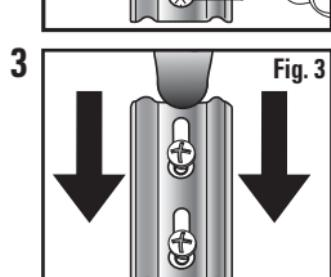

Fig. 3
Percez un trou pilote de 1,6 mm à chaque emplacement identifié pour l'insertion d'une vis. Vous pouvez aussi utiliser un poinçon ou un clou pour amorcer les trous destinés aux vis. Commencez à enfoncez les vis (F), mais ne serrez pas à fond. Faites glisser le luminaire jusqu'à ce que les pieds étroits des fentes en forme de trou de serrure soient au-dessous des têtes des vis (Fig. 3). Finisez de serrer les vis jusqu'à ce qu'elles soient fermement à leur place et que le luminaire soit assujetti solidement à la surface de montage.